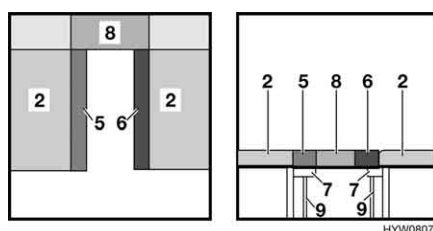

Fig. 47 Dopo la trasformazione in letti singoli
- Riporre ciascuna delle parti del cuscino dello schienale (Fig. 47,5 e 6) su un telaio portamaterasso (Fig. 47,7).